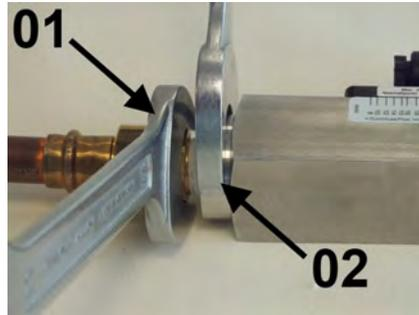

Abb. 12: Gerät einschrauben
3. ➔ Übergangverschraubung (Abb. 12/01) unter Gegenhalten der Verschraubung (Abb. 12/02) des Gerätes weiter eindrehen, bis die Verbindung dicht ist